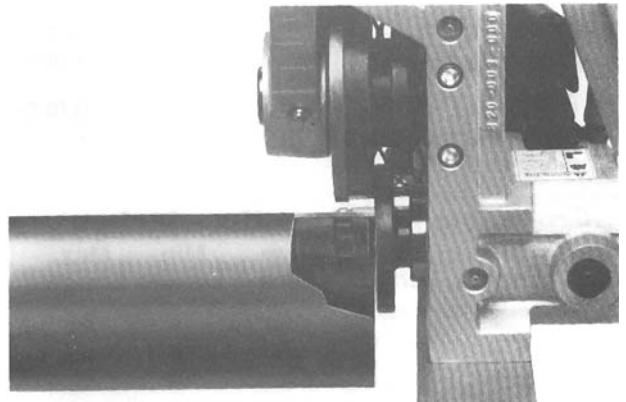

Figura 9 – Primer plano del tubo puesto contra el reborde del rodillo de accionamiento
3. Encuadre el tubo y el portatubos en la ranuradora, asegurando que el tubo quede al ras contra el reborde del rodillo de accionamiento. (Figura 9)